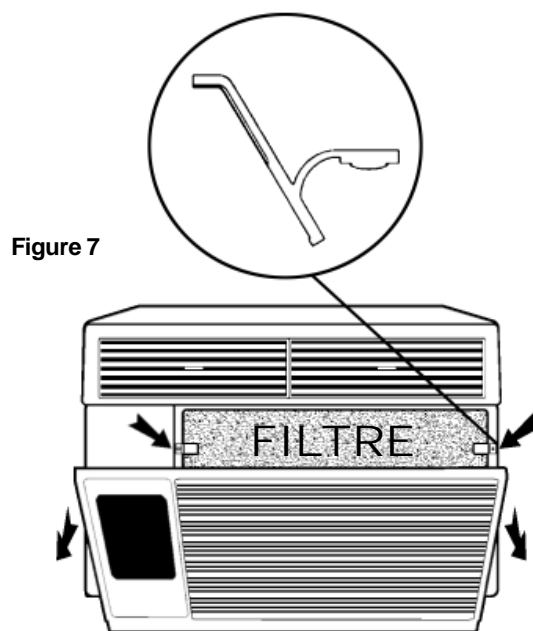

Figure 7
Ouvrez la grille de reprise (GR) en l'agrippant par les rebords extérieurs supérieurs et en la tirant vers vous (voir la figure 7). La GR restera ouverte jusqu'à ce qu'elle soit enlevée ou fermée (il est plus facile de complètement enlever la grille avant de la fermer). Pour enlever la GR, agrippez-la par le fond et tirez vers vous.
Le filtre est tenu en place par deux pinces à ressort (voir la figure 7). Poussez les pinces vers le bas, agrippez le filtre et tirez vers vous pour le retirer et le nettoyer. Nettoyez avec de l'eau tempérée et un détergent doux, rincez et séchez complètement et remplacez. Faites attention lorsque vous retirez le filtre. La surface du serpentin peut être coupante.